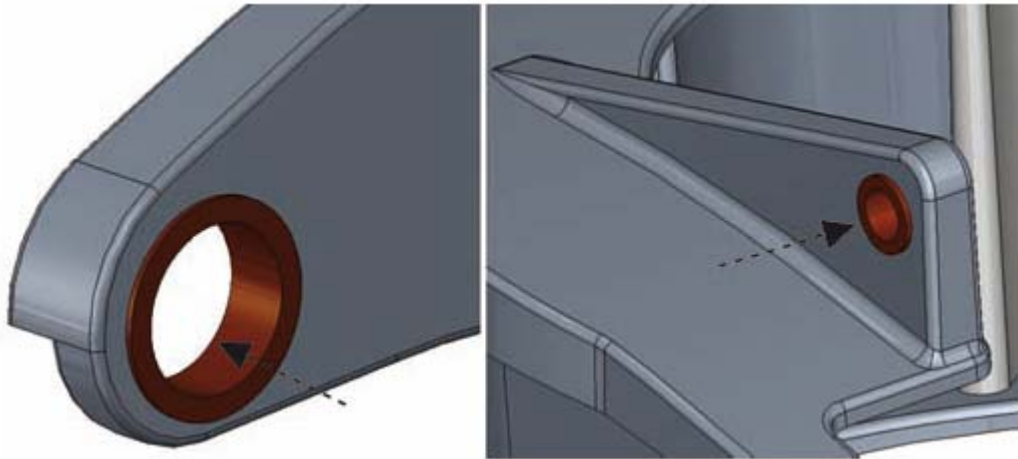

Figura 57. Senso di montaggio delle boccole in plastica
1. Posizionare le boccole di plastica del giunto e l'asta di collegamento del cilindro idraulico prestando attenzione alla direzione della flangia (figura 57).